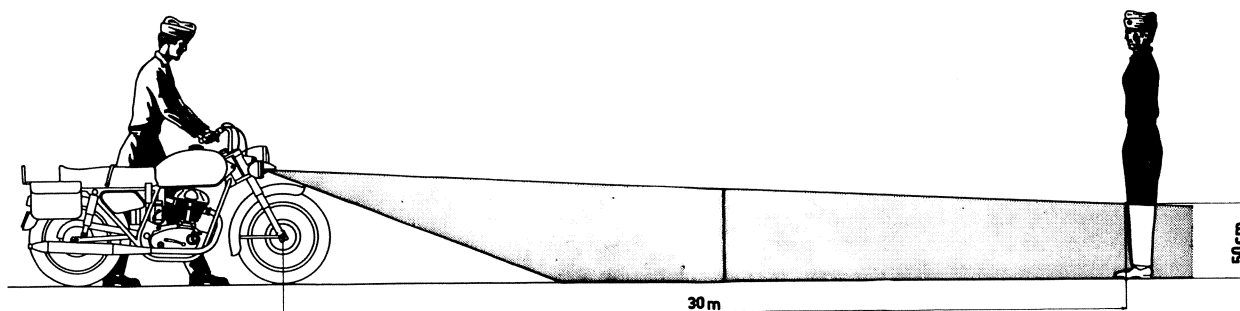

Fig. 31
- Tarnscheinwerfer-Neigung laut Fig. 31 derart einstellen, dass bei einer Entfernung von 30 m die obere Lichtgrenze nicht höher als 50 cm über die Fahrbahn zu liegen kommt.
- Régler l'inclinaison du phare d'obscureissement selon fig. 31 de manière qu'à une distance de 30 m, la limite supérieure de la zone éclairée ne dépasse pas une hauteur de 50 cm au dessus du sol.